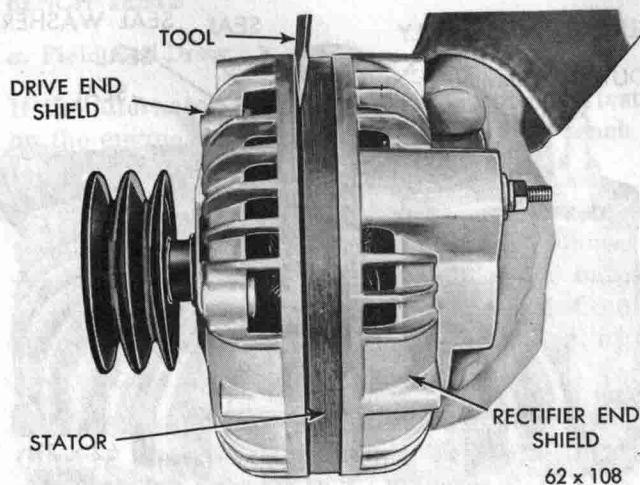

Fig. 35—Testing Positive Rectifiers
e. Positive Case Rectifier Test (Fig. 35)